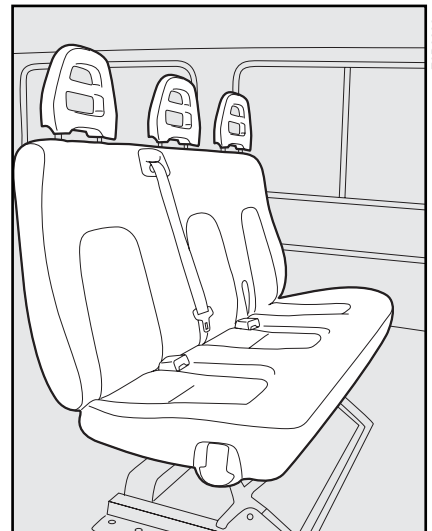

Abb. 15a
*Die Funktion des Sicherheitsgurts auf dem mittleren Rücksitzplatz ist nur gewährleistet, wenn die Rückenlehne der Sitzbank ganz nach hinten geneigt ist (siehe Abbildung 15a).*